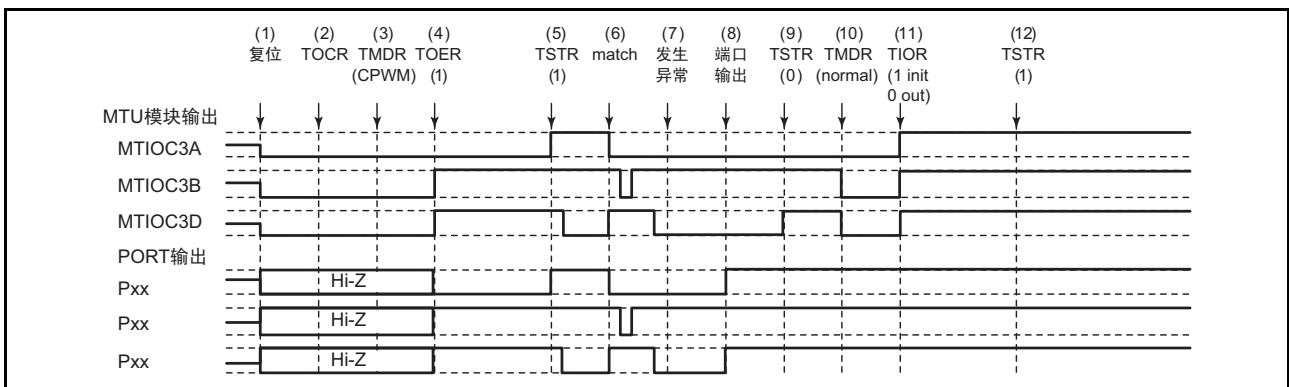

图 16.161 在互补 PWM 模式中发生异常并且在正常模式中恢复的情况
在互补 PWM 模式中发生异常并且重新设定后在正常模式中重新开始时的说明图如图 16.161 所示。
- (1) ~ (9) 和图 16.161 通用。
- (10) 必须设定 PWM 模式 1 (MTU 的输出为 Low 电平)。
- (11) 必须通过 TIOR 寄存器对引脚进行初始化 (在 PWM 模式 1 中不将波形输出到 MTIOCnB (MTIOCnD) 引脚。如果有应该输出的电平, 必须通过 I/O 端口的数据方向寄存器 (DDR) 和数据寄存器 (DR) 设定通用输出端口)。
- (12) 通过 TSTRA 寄存器重新开始。
(23) 在互补 PWM 模式的运行过程中发生异常并且在互补 PWM 模式中重新开始时的运行
- (10) 通过 TSTRA 寄存器重新开始。
- (11) 通过发生比较匹配输出互补 PWM 波形。
(1) ~ (9) 和图 16.161 通用。
(10) 必须设定正常模式并且设定新的设定值 (MTU 的输出为 Low 电平)。
(11) 必须通过 TOERA 寄存器禁止 MTU3 和 MTU4 的输出。
(12) 必须通过 TOCR1A、TOCR2A 寄存器选择互补 PWM 模式的输出电平以及允许或者禁止周期输出。
(13) 设定互补 PWM。
(14) 必须通过 TOERA 寄存器允许 MTU3 和 MTU4 的输出。
(15) 通过 TSTRA 寄存器重新开始。
(10) 必须设定正常模式 (MTU 的输出为 Low 电平)。
(12) 必须通过 TOCR1A、TOCR2A 寄存器选择复位同步 PWM 模式的输出电平以及允许或者禁止周期输出。
(13) 设定复位同步 PWM。